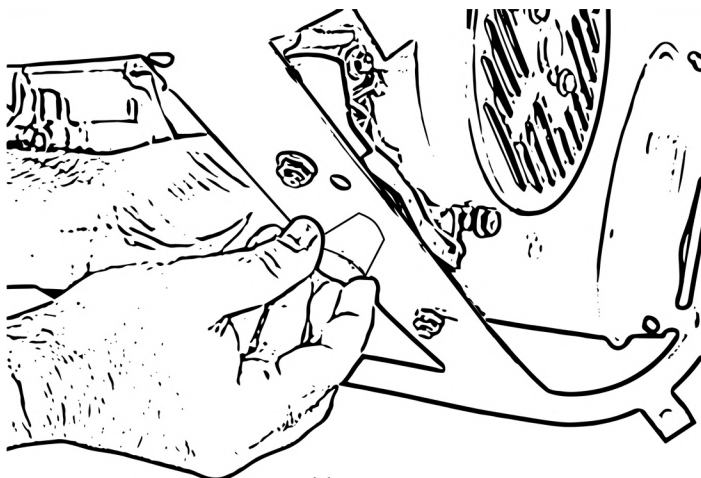

Bild 5
- Montera en liten gummifot på apparatens nedre bakre fäste, se fig. 5.